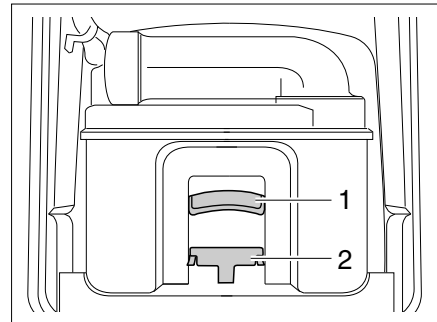

Fig. 371 Cassette Thetford
- Tirer l'étrier de fixation (Fig. 371,2) vers l'avant pour déverrouiller la cassette de toilette et extraire la cassette par la poignée (Fig. 371,1).